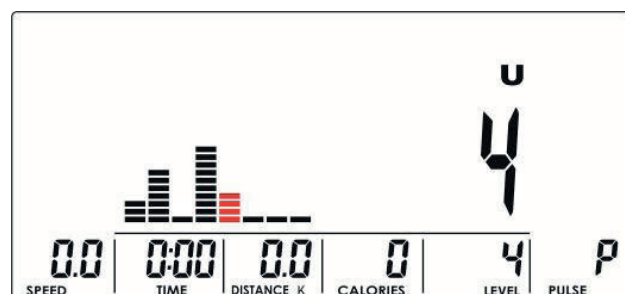

Abbildung 16
1. Wählen Sie das benutzerdefinierte Programm (U) aus und bestätigen Sie die Auswahl mit der Mode-Taste.
2. Legen Sie den Widerstand für die einzelnen Segmente mit dem Drehknopf fest und bestätigen Sie jedes Segment mit der Mode-Taste (Abb. 16).